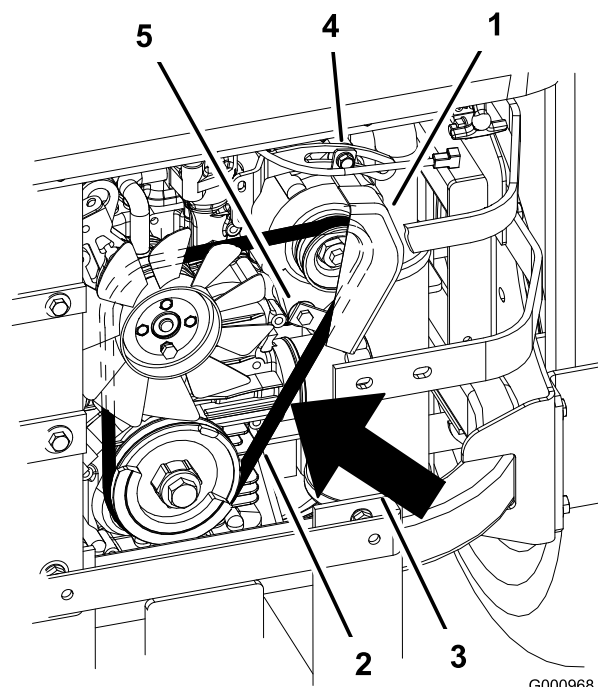

Figura 72
2. Ajuste el alternador hacia fuera hasta que quede una desviación de 7 a 9 mm en la correa entre el motor y las poleas del alternador con un esfuerzo de 10 kgf (Figura 72).
5. Si la desviación es correcta, apriete los pernos inferior y superior (Figura 72).